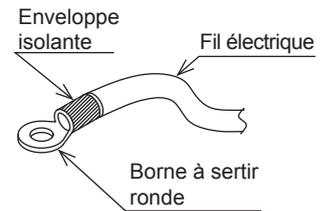

Fig. 11
- Veillez à utiliser des bornes à sertir rondes avec manchons isolants pour raccorder les fils au bornier d'alimentation. **(Reportez-vous à la Fig. 11.)**